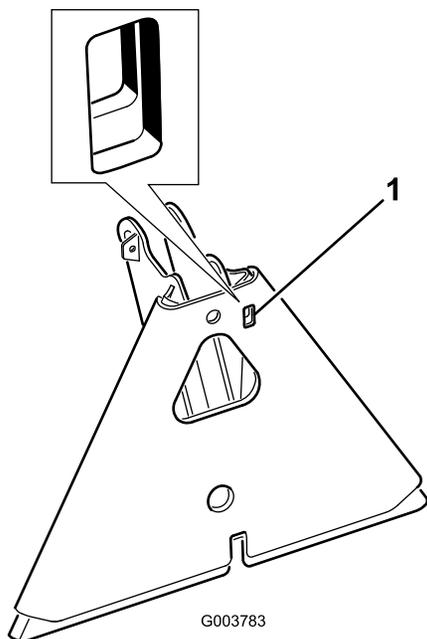

Figura 16
**Nota:** Se o adaptador de acessórios ficar preso ao adaptador da unidade de tração, insira um pé de cabra/uma chave de parafusos na ranhura de apoio para desenravar as peças (Figura 16).